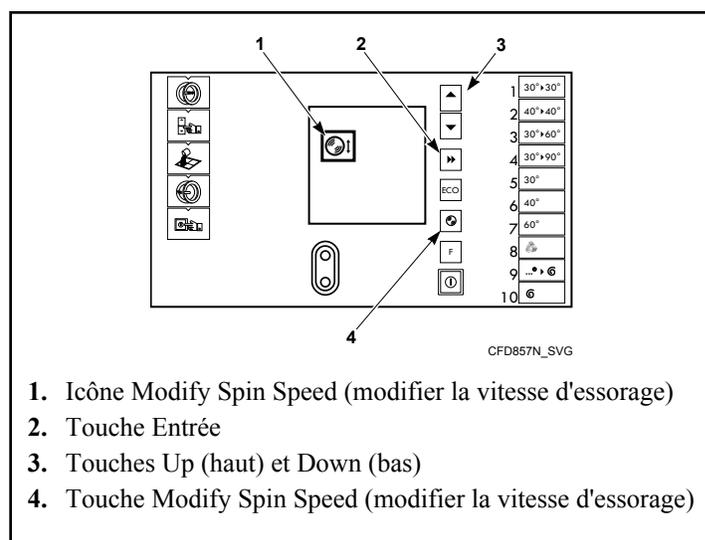

Figure 26
- Appuyer sur la touche Modify Spin Speed (modifier la vitesse d'essorage). Se reporter à la *Figure 26*. L'icône Modify Spin Speed (modifier la vitesse d'essorage) s'affiche à l'écran. La plus haute vitesse d'essorage du cycle (en t/min) est affichée à l'écran et clignote.
- Appuyer sur les touches UP (haut) et DOWN (bas) pour changer la valeur de la vitesse d'essorage. Se reporter à la *Figure 26*.
- Appuyer sur la touche Enter (entrée) pour confirmer le changement de la vitesse d'essorage. Se reporter à la *Figure 26*.